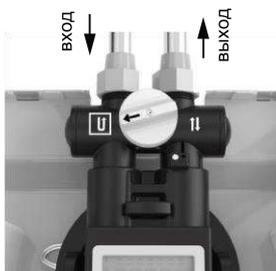

Рис. 5
- Убедитесь, что клапан находится в положении «Байпас» (см. рис. 5) Включите